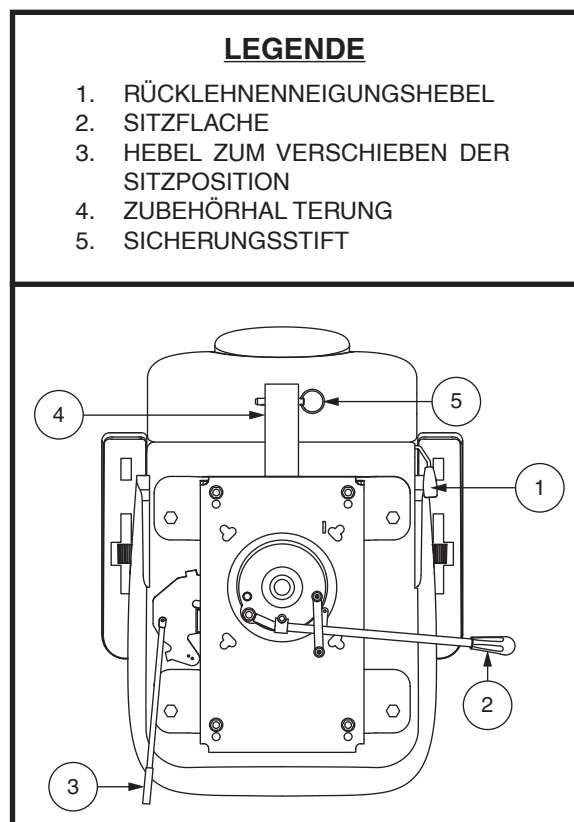

Abb. 19. Sitzeinstellungen
Um die verstellbare Rückenlehne einzustellen, befolgen Sie diese Schritte. **Siehe Abb. 19.**
1. Zum Entriegeln des Sitzes den Sitzverschluss je nach Sitztyp entweder nach oben ziehen oder nach vorne schieben. **Siehe Abb. 19.**
1. Drehen Sie den Hebel zur Verstellung der Sitzposition nach aussen. **Siehe Abb. 19.**
Der Armlehnenwinkel Ihres Fahrzeug kann nach oben oder nach unten verstellt werden durch das Drehen der Armlehnenwinkel-Einstellung. **Siehe Abb. 19.** Drehen Sie das Einstell für die Armlehne nach links, um den Armlehnenwinkel zu verringern, oder nach rechts, um den Armlehnenwinkel zu erhöhen.
Die Zubehörhalterung am Heck ermöglicht es Ihnen, persönliche Zubehörkomponenten wie Korb, Gehhilfe oder Sauerstofftank hinter dem Fahrzeug anzubringen. Verwenden Sie den Sicherungsstift, um das Zubehörteil sicher an der Halterung zu befestigen. **Siehe Abb. 19.** Für weitere Informationen wenden Sie sich an Ihren Vertragshändler.